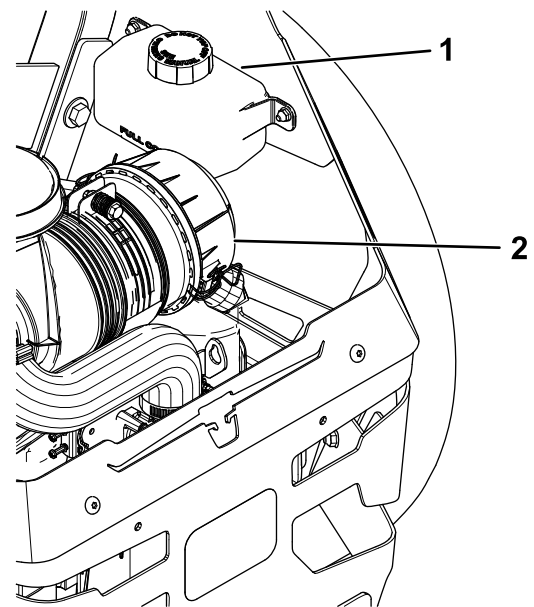

Figura 84
2. Compruebe el depósito de expansión y si es necesario, añada fluido hidráulico Toro® HYPR-OIL™ 500 hasta la línea FULL COLD (Figura 84).